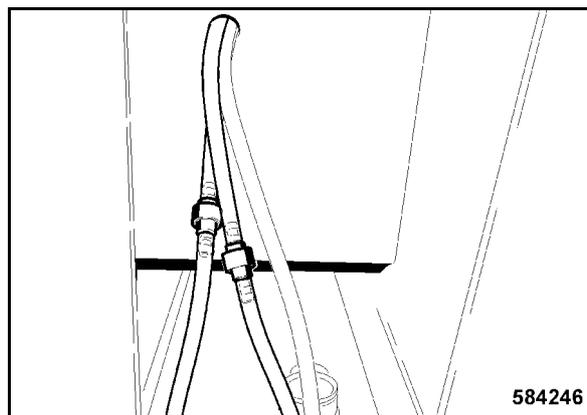

Рис. 228
- Надеть шланги подачи воды для стеклоомывателя переднего и заднего стекла 1 (Рис. 228).